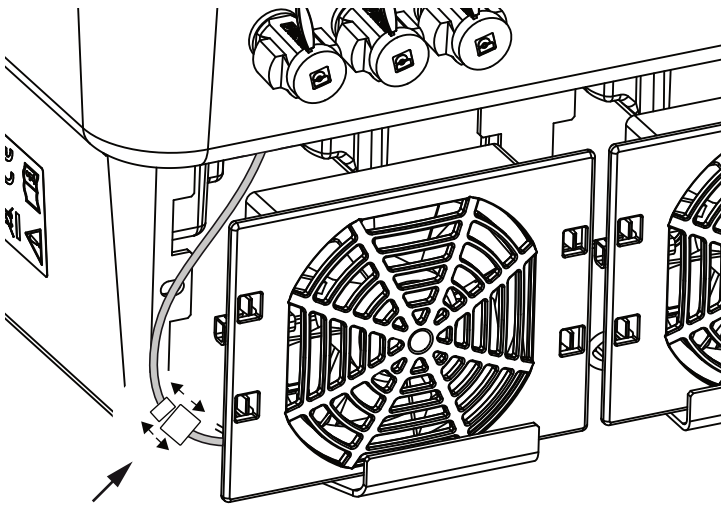

Abb. 72: Lüfterkabel abziehen
4. Lüftereinheit aus dem Gehäuse vollständig herausziehen. Dazu Steckverbindung des Lüfterkabels trennen.  **Abb. 72**